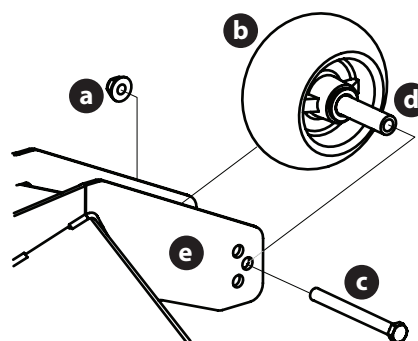

Fig. 46
- Retire la tuerca de seguridad (a) que fija una de las ruedas de calibración delanteras (b) a la plataforma. Retire la rueda de calibración (b), el tornillo hexagonal (c) y el espaciador (d) (Fig. 46).
- Inserte el tornillo hexagonal (c) en uno de los tres orificios de posicionamiento del soporte (e) de la rueda de calibración delantera que le dará a la rueda de calibración delantera (b), una separación de 1/4 a 1/2" del suelo (Fig. 46).
- Observe el orificio de posicionamiento de la rueda de calibración delantera (b) que acaba de ajustar y ajuste la otra rueda de calibración delantera (b) en el orificio de posicionamiento respectivo del otro soporte de rueda de calibración delantera de la plataforma (e) (Fig. 46).